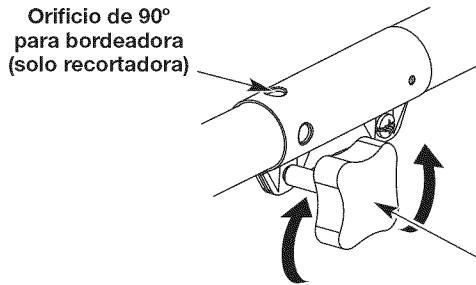
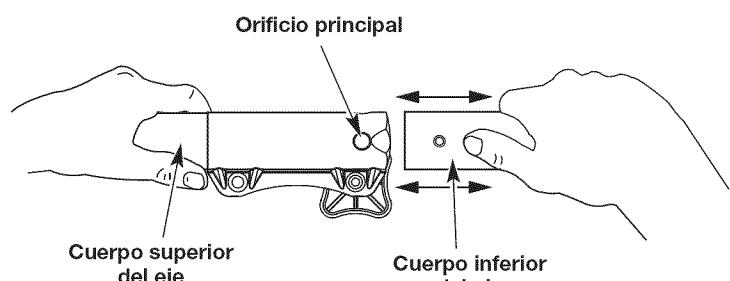

Fig. 1
Fig. 3
1. Para aflojar, gire la perilla en sentido contrario a las agujas del reloj (Fig. 1).
2. Mientras sostiene el accesorio con firmeza, empuje en línea recta hacia dentro del acoplador Convertible™ hasta que el botón de desconexión encaje firmemente en el agujero principal (Fig. 3).
3. Para apretar, gire la perilla en el sentido de las agujas del reloj (Fig. 1).
PRECAUCIÓN: Antes de operar esta unidad, cerciórese de que el botón de liberación esté completamente encajado en el orificio principal (Fig. 3) y de que la perilla (Fig. 1) esté bien apretada.
del cabezal de línea, trabe el botón de desconexión del accesorio en el interior del orificio de 90° (Fig. 1).
3. A la vez que sujetá firmemente la caja del eje superior, saque el accesorio del acoplador Convertible™ (Fig. 3).